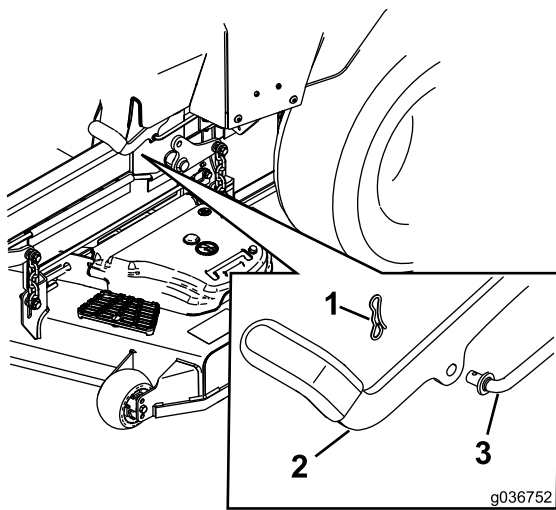

Figure 72
6. Si un réglage est nécessaire, desserrez le frein de stationnement : Retirez la goupille fendue de l'axe de la tringlerie de frein (Figure 72).